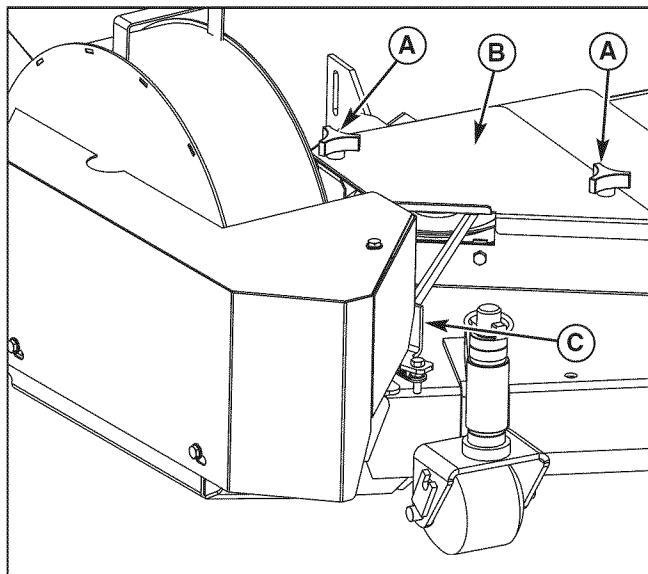

Figura 59. Remoción de la correa
- Quite las perillas (A, Figura 59) y fije la parte superior de la guarda de la cubierta (B) a la guarda misma.
- Jale hacia adelante la palanca del brazo tensor del soplador (C) para liberar la tensión de la correa y retirar la correa de la polea del huso.